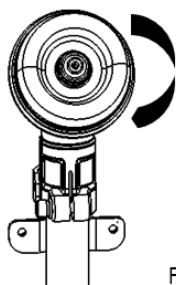

Fig.2
1. Rimuovere il dado (in senso orario), il parapolvere e la piastra di supporto del cambio; (Fig. 2 e 3).